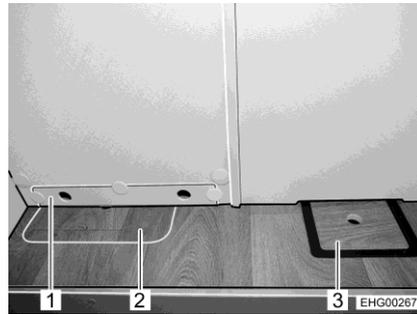

Fig. 154 Accès au réservoir d'eaux usées à l'arrière
- Retirer le cache (Fig. 154,1).
- Ouvrir la trappe du réservoir d'eaux usées (Fig. 154,2)
- Ouvrir la trappe du robinet de vidange (Fig. 154,3).
- Fermer la trappe du robinet de vidange (Fig. 154,3).
- Fermer la trappe du réservoir d'eaux usées (Fig. 154,2).
- Remettre le cache (Fig. 154,1) en place.